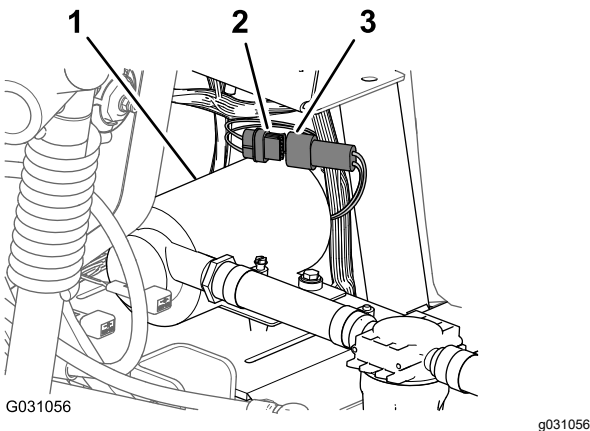

Figura 184
1. Conecte el conector de 6 pines del arnés de cables de la bomba de enjuague al conector hembra de 6 vías del arnés principal trasero (Figura 184).